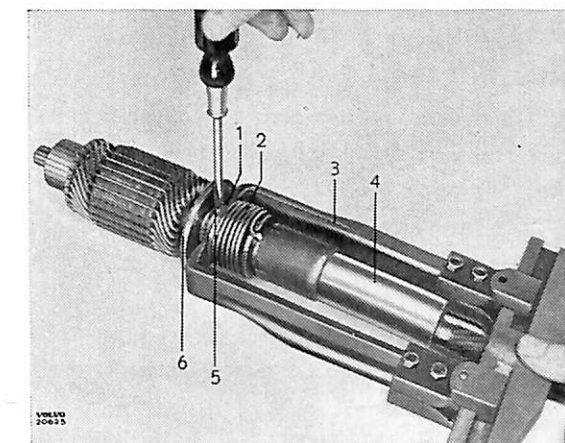

Bild 43. Demontering av bendix.
7. Pressa med hjälp av avdragare (3 bild 43) och rördorn (4) den inre hållaren (1) för bendixfjädern (2), så långt framåt att låsskruven (5) kan borttagas. Lyft därefter bendixanordningen från axeln.
6. Träd bendixanordningen på rotorns axel och montera låsskruven, se bild 43. Tag bort avdragaren och rördornen.